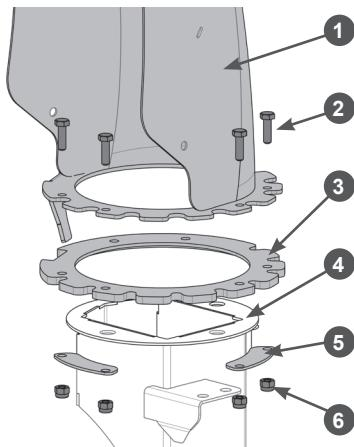

Рис. 12. Установка жёлоба выброса снега
- Установите желоб 1 на фланец 4 отверстия выброса через пластиковое кольцо 3, закрепите с помощью пластин 5, болтов M6×20 (2) и самостопорящихся гаек M6 (6) с неметаллической втулкой (Рис. 12). При затяжке гаек не прикладывайте чрезмерное усилие, это может вызвать деформацию пластикового кольца. Момент затяжки 0,5 кгс·м.